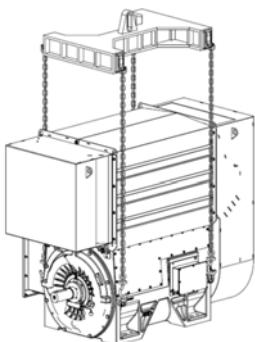

Рисунок 3.1. Перемещение
1. Поднимите двигатель, как показано на Рисунок 3.1, за четыре подъемные скобы, предназначенные исключительно для этой цели. При необходимости снимите теплообменник перед подъемом двигателя.